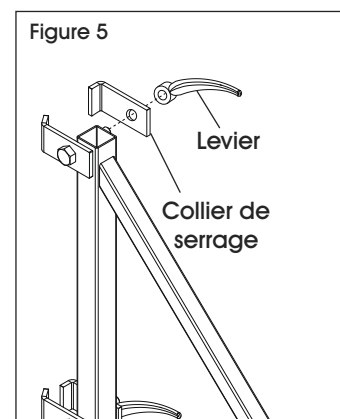

Figure 5
2. Insérez un collier de serrage sur chacun des boulons du stabilisateur, puis vissez un levier sur les boulons. (Voir Figure 5)